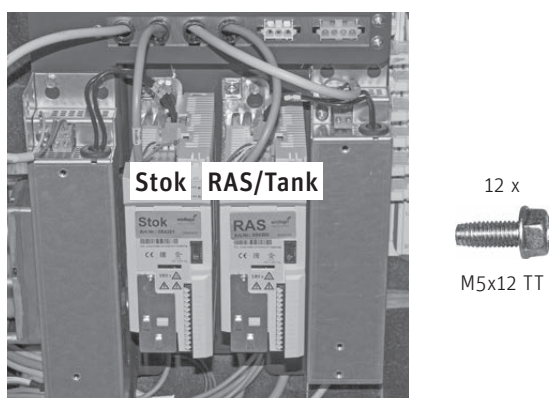

Fig. 101 Montare e inserire i convertitori di frequenza
- ▶ Montare il convertitore di frequenza con la denominazione Stok (FU1) a sinistra e il convertitore denominato RAS risp. Serbatoio (FU2) a destra con 2 viti M5x12 TT ciascuno e inserirli – Fig. 101.